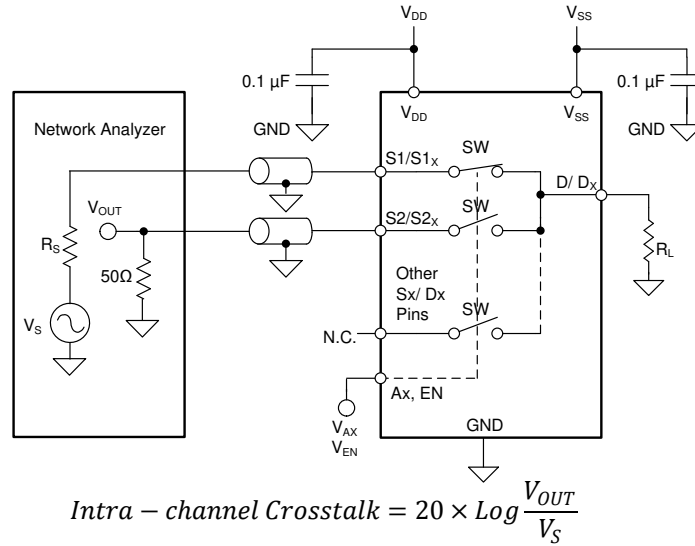

図 7-9. チャンネル内クロストーク測定時の設定
1. チャンネル内クロストーク (XTALK(INTRA)): 図 7-9 に示すように、同じチャンネルのオンスイッチ入力ソースピンに信号を印加した場合の、オフスイッチ入力ソースピン (Sx) 電圧。